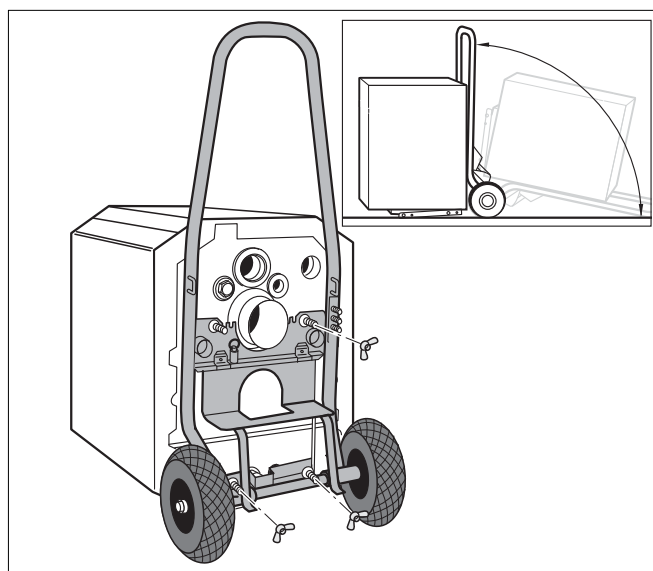

Fig. 6 Transportar la caldera con un dispositivo de transporte de caldera
- Inclinarse la caldera usando un medio de transporte (→ Fig. 6, página 13) o colocar un bloque de madera.